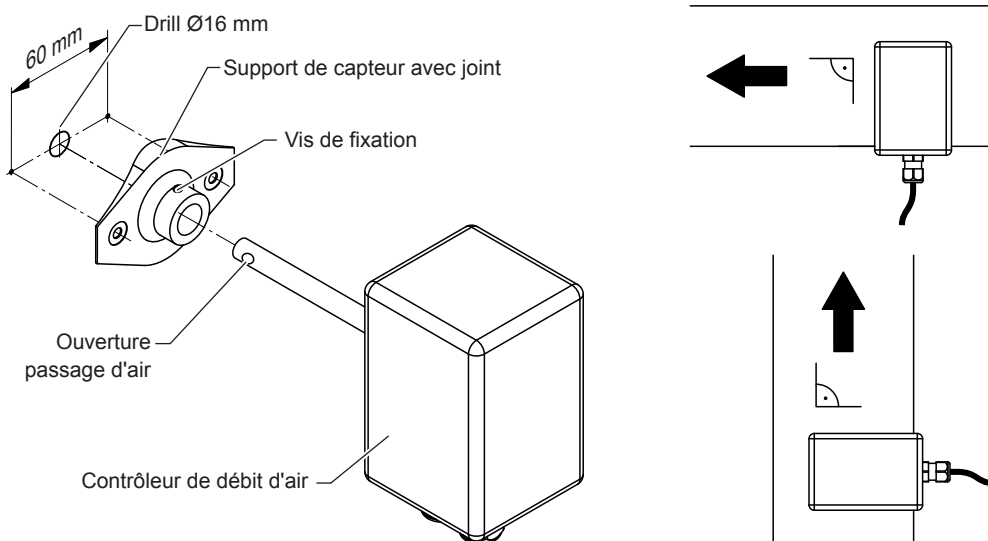

Fig. 24: Montage du contrôleur de débit d'air
3. Pousser la tige du capteur du contrôleur de débit d'air jusqu'à la butée dans le support de capteur. Aligner l'ouverture passage d'air de manière à ce qu'elle pointe exactement dans la direction du flux d'air. L'ouverture passage d'air pointe dans la direction du flux d'air si le côté du logement de capteur est aligné 90° à la direction de flux d'air (voir Fig. 24). Fixer ensuite le contrôleur de débit d'air avec la vis de fixation.